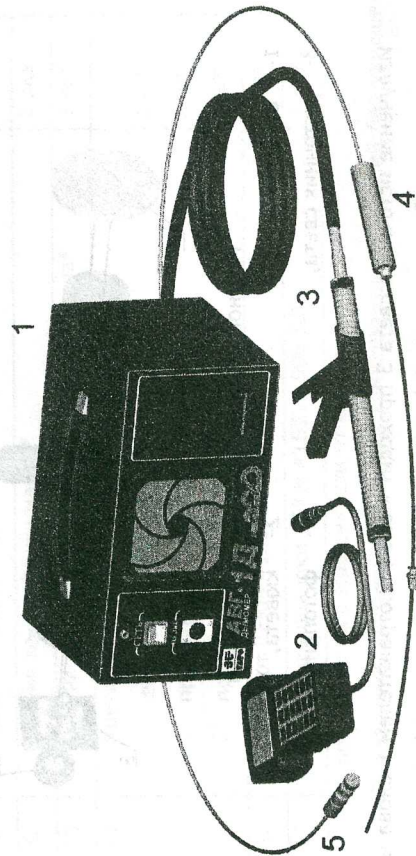

Рисунок 2. Общий вид дыммера.
4.7 Внешний вид дыммера изображен на рис. 2.